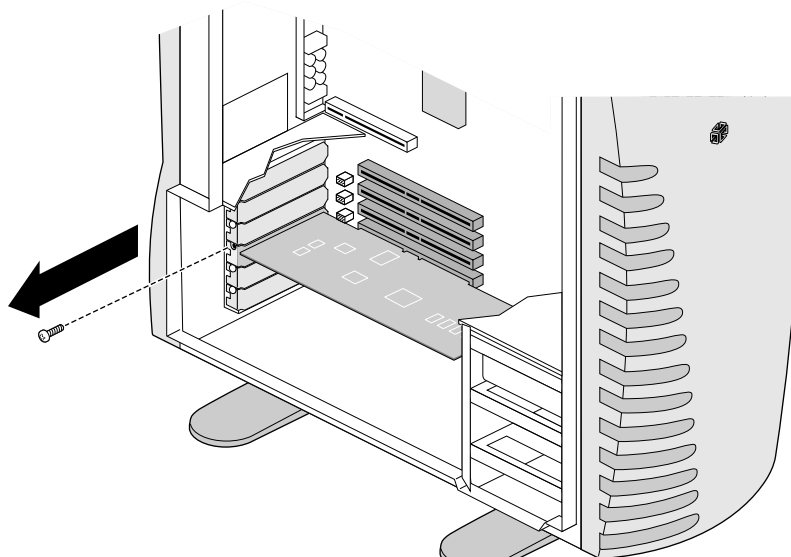

図 5-5 PCI カードからネジを取り外す
5. プラスのドライバを使用して、PCI カードを固定しているネジを取り外します (図 5-5)。